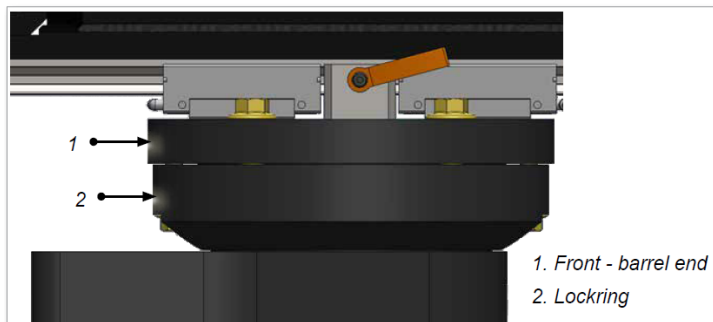

图 11-10 旋转板和锁紧环之间的间隙
7. 轻轻拧紧四个 M16 固定螺栓，直到从侧面看锁环和旋转板之间没有可见间隙。见第 119 页图 11-10。